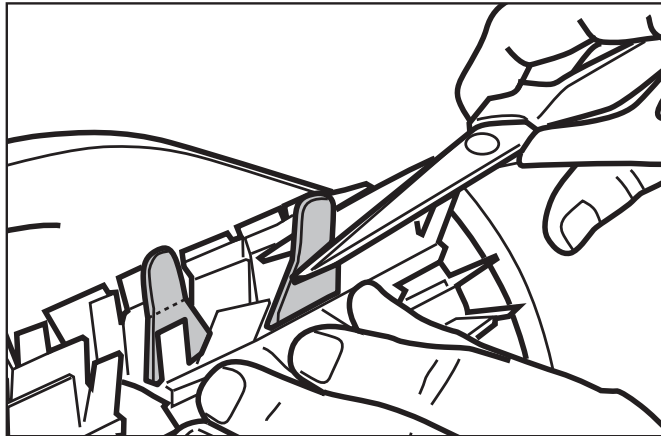

Figure 23. Corte las lengüetas
4. Corte las lengüetas con tijeras para que no estén más largas que las puntas (Figure 23).